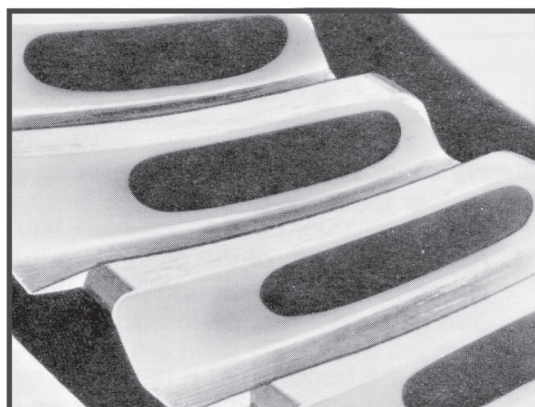

Figura 97
C- Verifique si el contacto obtenido por el proceso manual atiende al patrón (figura 97). En caso negativo, utilice los métodos de corrección indicados en el ítem "Contactos Incorrectos".
- Cuando corrija el contacto en el lado convexo (marcha adelante), el contacto en el lado cóncavo (marcha atrás) automáticamente quedará satisfactorio (figura 97).
El patrón de contacto para proceso manual indica que los engranajes están en posición correcta, resultando en un área de contacto centrado entre la punta y talón/tope y raíz del diente. Figura 97.